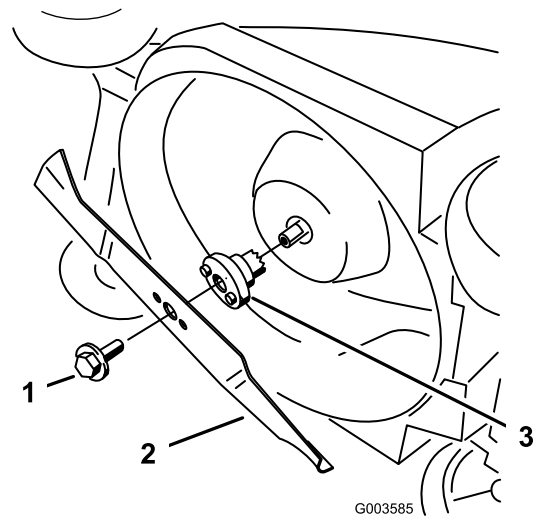

Figure 24
1. Pak het uiteinde van het mes (Figure 24) vast met een lap of een dikgevoerde handschoen.